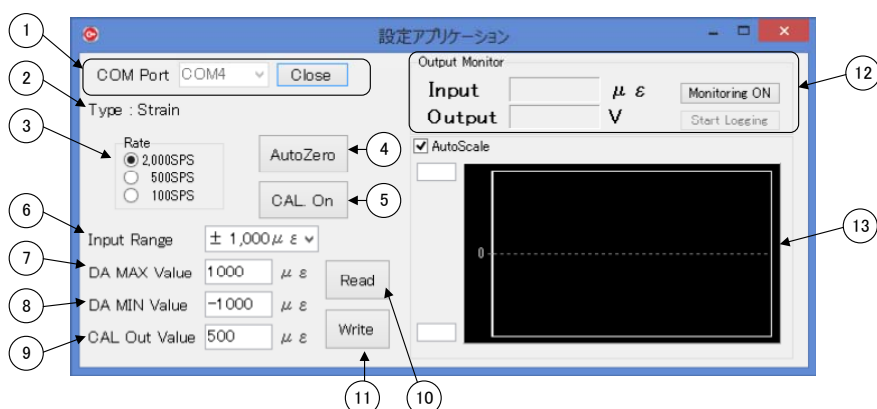
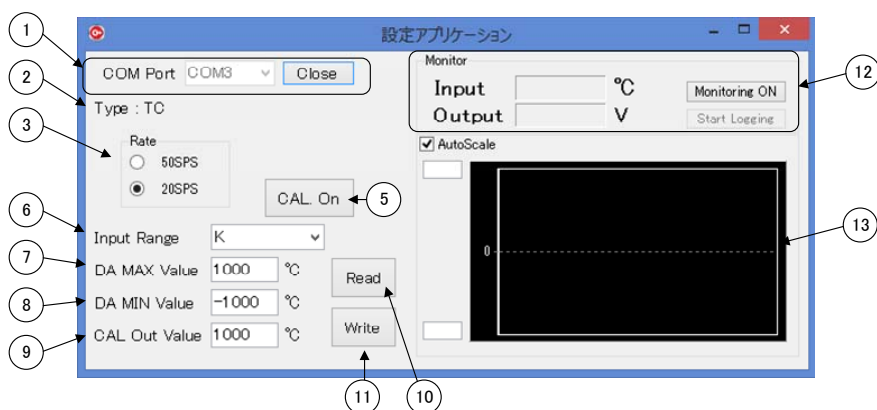

図16 アプリケーション画面(S-dAMP)
図17 アプリケーション画面(T-dAMP)
**C-sdAMP** と設定アプリケーションのインストールされたPCとをシリアル／USB変換器を介して接続し、本体に電源が供給されている状態で設定アプリケーション「csdamp\_app.exe」を起動します（図16、図17）。本体と通信を行うためには起動後にまず本体の接続されているUSB仮想COMポートをオープンしてください。COMポートをオープンしたときに設定アプリケーションは接続されている**C-sdAMP**のセンサ入力タイプを認識します。